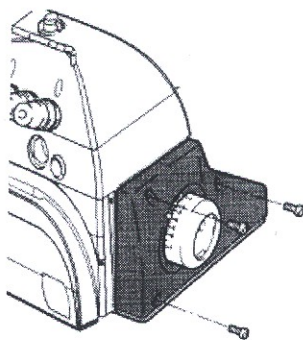

Figura 4
- Ajuste a tensão da correia, para que a haja uma folga de cerca de 20 mm ao pressionar o centro da mesma e certifique-se de que o sentido do motor seja horário, referido à Figura 4.
- Instale a tampa da correia conforme a Figura 4.